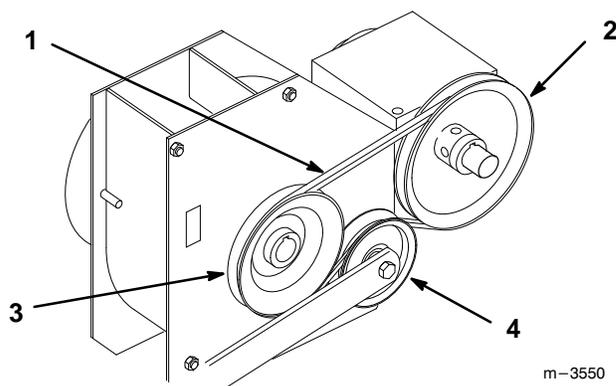

Abbildung 51
2. Die federbelastete Führungsrolle hinter dem PTO-Getriebe nach oben drücken, um den Druck vom Gebläseriemen zu nehmen (Abb. 51). In den Rahmenschlitz sehen, siehe Abb. 7.
4. Den neuen Gebläseriemen an den Riemenscheiben von PTO-Getriebe und Gebläse anbringen. Dann die Führungsrolle nach oben drücken und den Riemen über die Führungsrolle legen (Abb. 51).
5. Kontrollieren, ob der Riemen auf PTO-Riemenscheibe, Gebläse-Riemenscheibe und Führungsrolle in einer Linie liegt (Abb. 51).